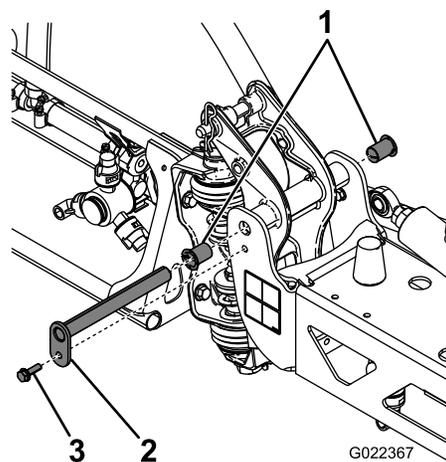

Рисунок 85
3. Поддерживая стрелу, отверните болт и гайку крепления оси поворота к узлу стрелы (Рисунок 85).
6. Снимите и осмотрите нейлоновые втулки с передней и задней сторон кронштейна шарнира (Рисунок 85).
8. Установите стрелу и кронштейн шарнира в сборе в центральную раму, совместив отверстия (Рисунок 85).